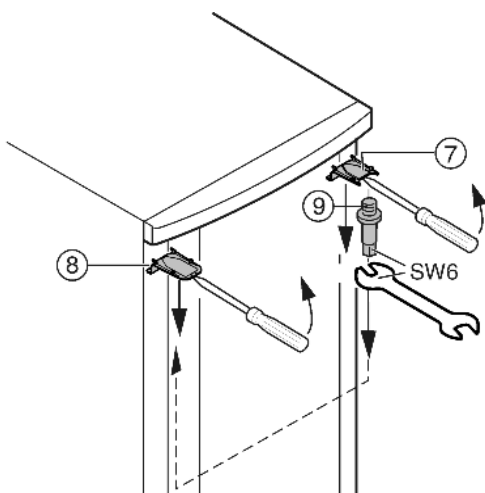

Fig. 6
- ▶ Faire déclipeter le cache Fig. 6 (7) en haut et le cache Fig. 6 (8) avec un tournevis devant et l'enlever diagonalement vers le bas.
- ▶ Dévisser le pivot d'appui Fig. 6 (9) et le visser du côté opposé (avec 4 Nm).
- ▶ Remonter le cache Fig. 6 (7) du côté du pivot d'appui : l'insérer par l'arrière et l'encliquer sur l'avant.
- ▶ Monter le cache Fig. 6 (8) sur le côté opposé: l'insérer par l'arrière et l'encliquer sur l'avant.
- ▶ Accrocher la porte dans le pivot d'appui Fig. 6 (9) supérieur.